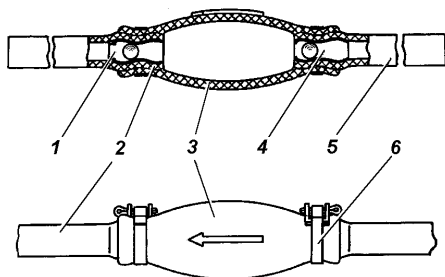

Рис. 9.4. Насос для переливания топлива:
**Насос для переливания топлива** (рис. 9.4) предназначен для переливания топлива в пути из емкости в топливный бак автомобиля.